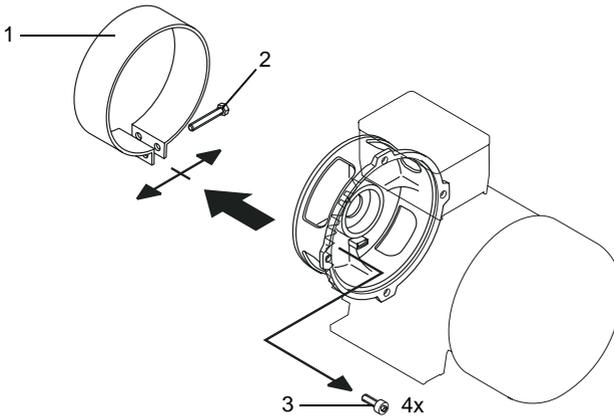

Abbildung 6 Vorbereitende Demontage für Flanscbefestigung bei Hydraulikantrieb (Generatoren Baugröße 132)
- > Zwei Schrauben M8 x 45, Schlüsselweite 10 mm, (Abbildung 6 [2]) herausdrehen. Manschette [1] abnehmen.